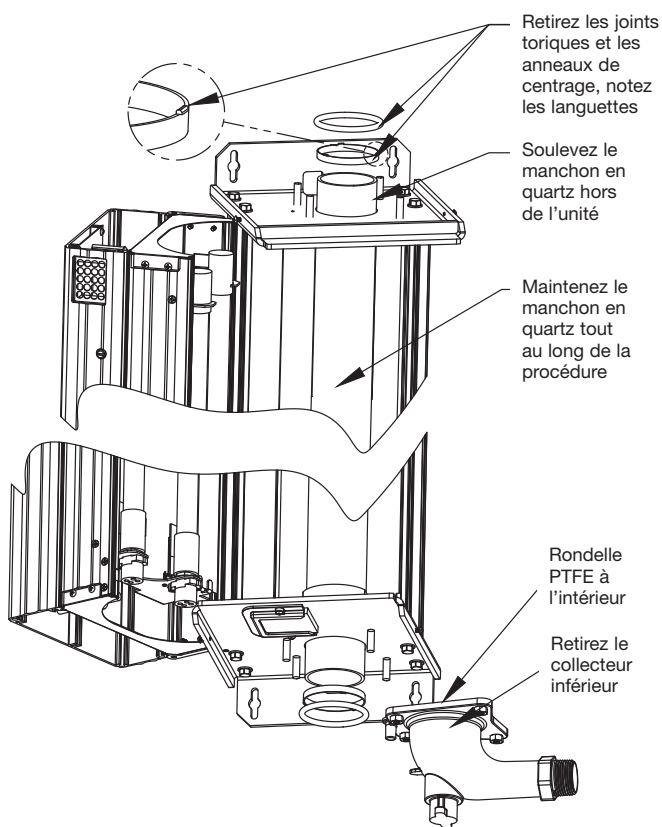

Figure 7-7
4. Si le manchon en quartz est encore sale, il nécessite un remplacement. Cela se fait en retirant le collecteur inférieur (voir Figure 7.7). Il est plus facile de remplacer un manchon en quartz lorsque l'unité est posée sur une surface horizontale. Retirez l'unité du mur pour la poser sur un établi est recommandé, en particulier pour les modèles UV-COM C403.
9. Remettez en place le collecteur inférieur (voir Figure 7.7) en serrant les 4 écrous en suivant un motif croisé (haut gauche, bas droite, bas gauche, haut droite). Vérifiez à nouveau la présence de la rondelle en PTFE (polytétrafluoroéthylène).